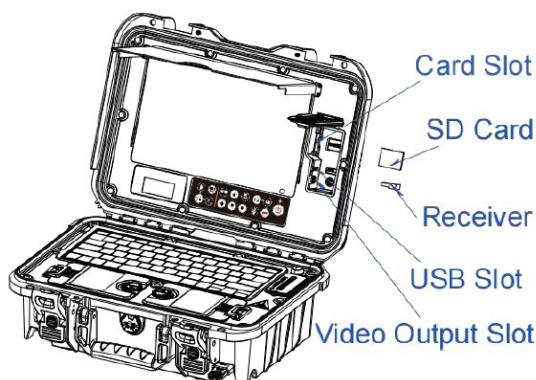

Figura 17. Installazione della scheda SD, del ricevitore wireless e dell'output video.
7. Installazione della scheda SD, del ricevitore e dell'output Video (Figura 17)